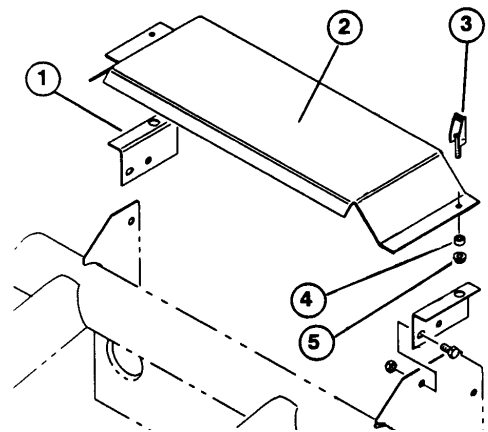

Figure 1
2. Fixer le support gauche du capot au châssis avec (2) vis à tête creuse et contre-écrous 5/16-18 x 5/8" (fournis avec le kit).
4. Introduire une attache à expansion dans chaque trou de montage du capot, comme illustré à la Figure 1. Fixer les attaches de chaque côté avec une douille en caoutchouc et un écrou en plastique.